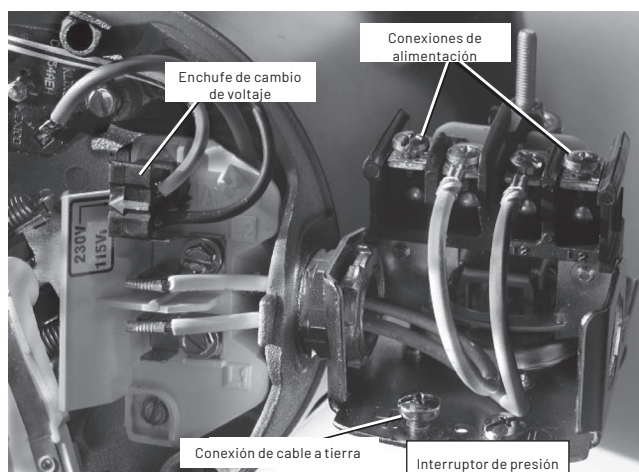

Figura 8: Voltaje configurado a 230 voltios, tipo enchufe
4. Conecte los conductores de alimentación de entrada a los dos tornillos exteriores del interruptor de presión como se muestra en la Figura 8.
5. Conecte la puesta a tierra a una de las conexiones a tierra, como se muestra en la Figura 8.